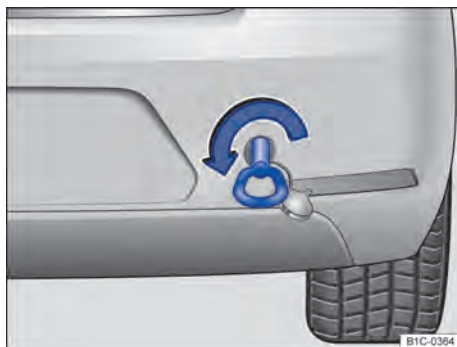

Fig. 194 No para-choque traseiro à direita: rosquear a argola de reboque.
O alojamento da argola de reboque rosqueável está localizado à direita do para-choque traseiro, atrás de uma cobertura ⇒ **Fig. 194**, ⇒ .
- Rosquear a argola de reboque tão firme quanto possível **no sentido anti-horário** no alojamento ⇒ **Fig. 194** ⇒ . Utilizar um objeto apropriado com o qual a argola de reboque possa ser rosqueada com firmeza no alojamento.